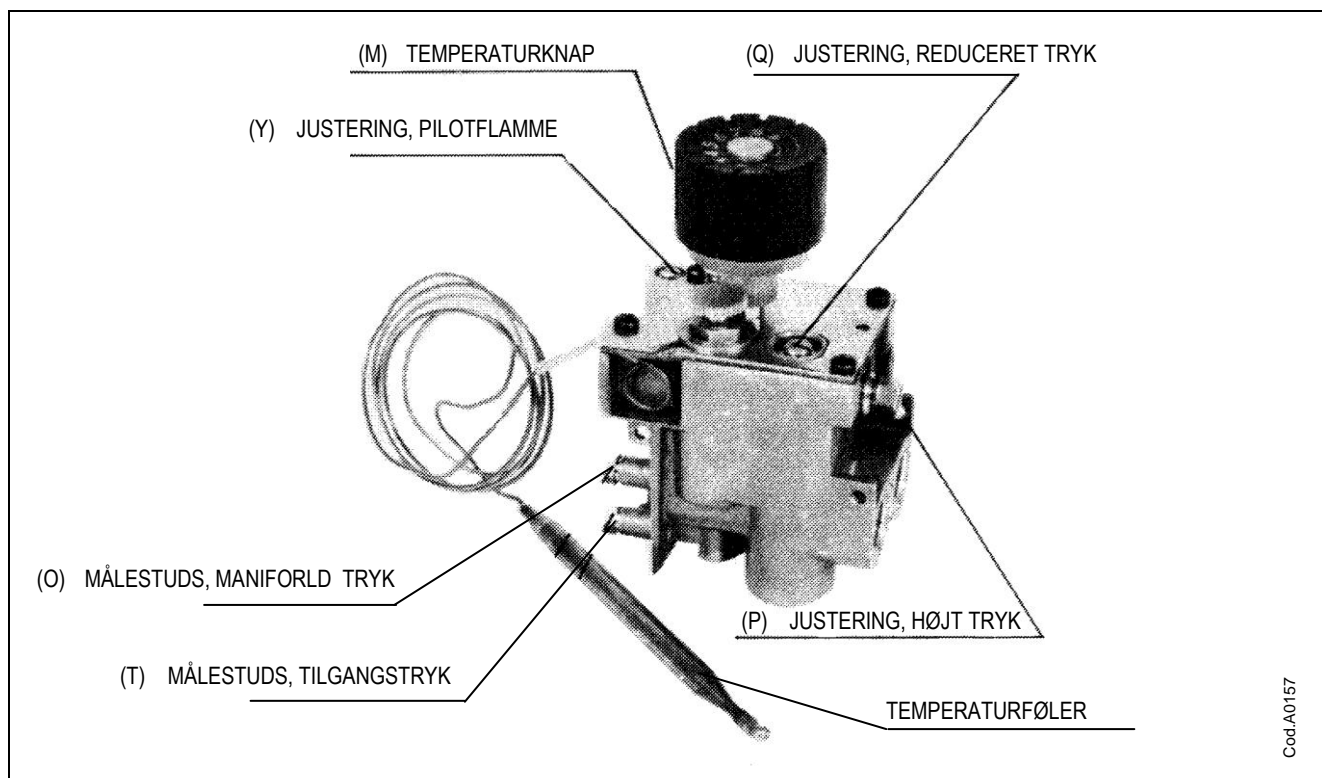

Fig. 10 – GASAUTOMAT EUROSIT
Vægradiatoren er forberedt til at anvende F-gas, og der er medleveret dyser til N-gas. Gasautomaten model EUROSIT er fremstillet af SIT (se fig. 10). Justering af gasautomaten kan foretages på stedet i.h.t. følgende instruktion:
1. Skruen (P) skrues helt ind.
3. Forbind et passende manometer til målestuds (O) (se fig. 10).
4. Drej skruen (Q) med uret for at justere reduceret tryk til 18 mbar (se TEKNISKE DATA).
1. Forbind et passende manometer til målestuds (O) (se fig. 10).
2. Juster det høje tryk til præcis 15,2 mbar ved at dreje stilskruen (P) med uret (højere tryk) og mod uret (lavere tryk).